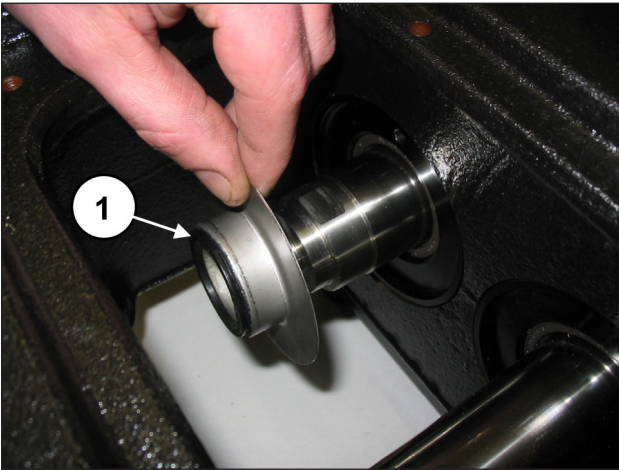
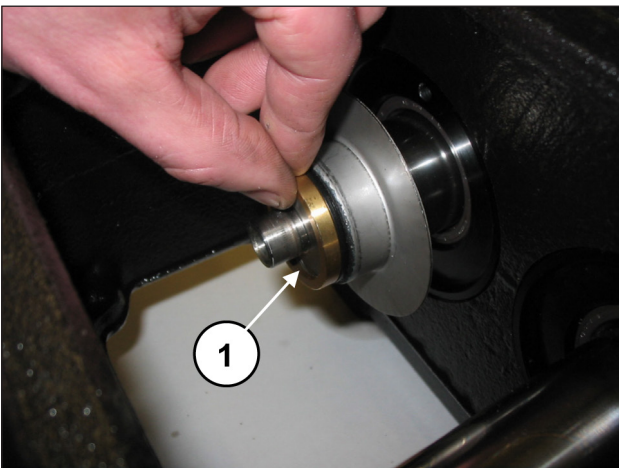

Abb. 97
Abb. 98
Montieren Sie den Spritzschutz und den Spritzschutz-Distanzring in die Aufnahme an der Kolbenführung (Pos. ①, Abb. 97 und Abb. 98).